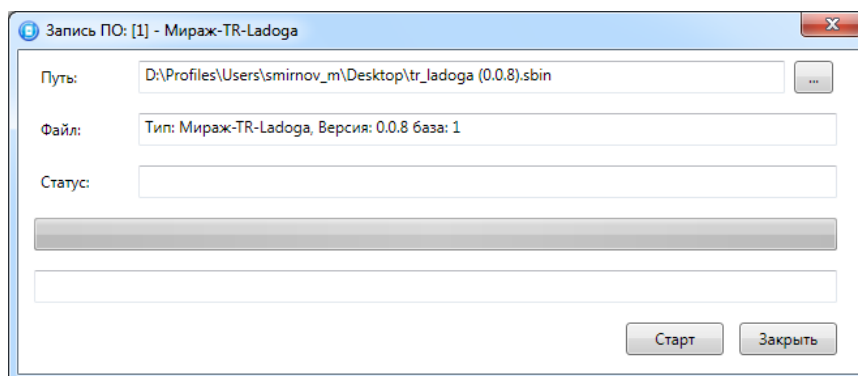

Рис. 5.12. Окно *Запись ПО*
5. В открывшемся окне *Запись ПО* (рис. 5.12) укажите путь к файлу встроенного ПО трансивера на вашем ПК (файл имеет расширение **.sbin**) и нажмите кнопку *Старт*.